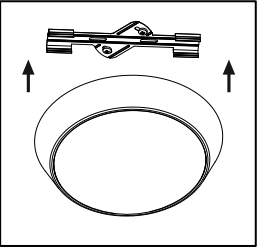

Рис. 3
- 5.15 Защелкните в монтажную скобу осветительный прибор (рис. 3).